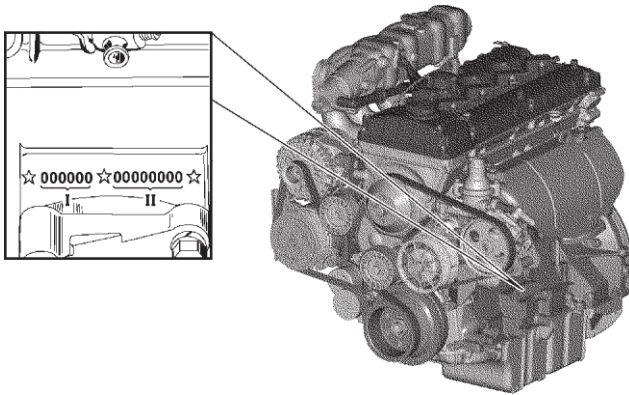

Fig. 1.4. Ubicación del número de identificación del motor ZMZ-40906
**El número de identificación de los motores ZMZ-40906** está estampado en el área ubicada en el lado izquierdo del bloque de los cilindros, por encima de los salientes de fijación del soporte delantero del motor (fig. 1.4).